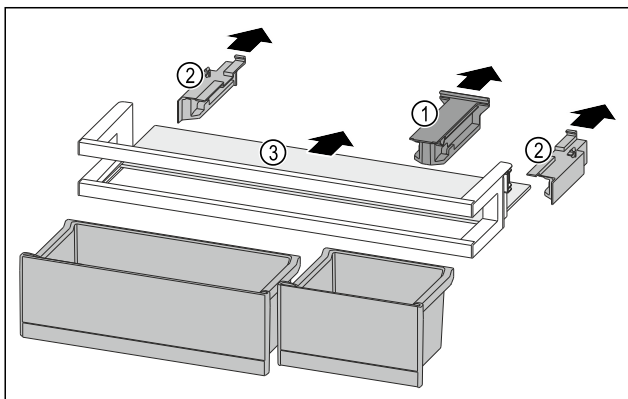

Fig. 248
- ▶ Витягніть кріпильний елемент Fig. 248 (1).
- ▶ Витягніть бічні елементи Fig. 248 (2).
- ▶ Дістаньте полицю Fig. 248 (3).